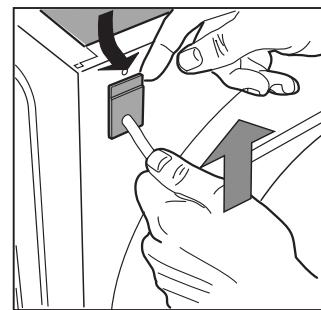

Fig. 16
- Afaste ligeiramente a parte superior do passa cabo do encosto, puxe o cabo de alimentação para cima e então tire-o [fig. 16].